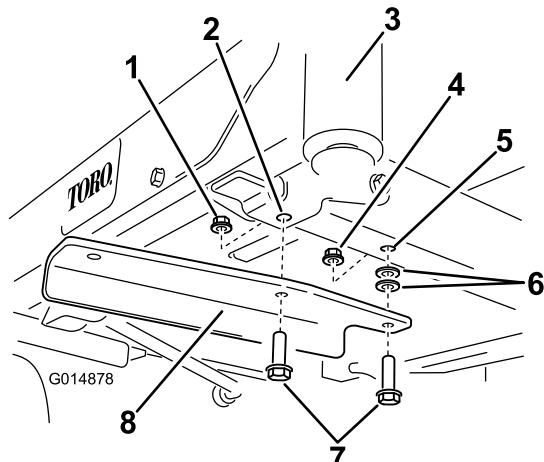

Figura 5
4. Instale el soporte izquierdo en la base del bastidor usando 2 pernos (3/8" x 1¼"), 2 arandelas y 2 contratuerca (3/8") (Figura 5).